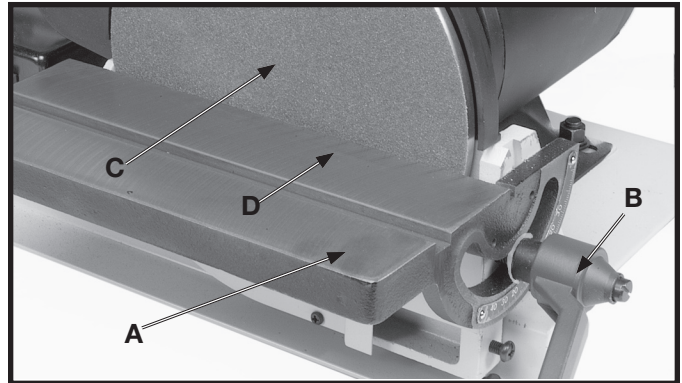

Fig. 28
La mesa de disco (A) Fig. 28 puede ser inclinada a 45 grados hacia arriba o abajo mediante el aflojamiento de la agarradera de cierre (B), inclinando la mesa, y apretando nuevamente la agarradera de cierre (B). AVISO: La agarradera de cierre (B) está accionada por resorte y puede ser colocada en distintas maneras tomando la agarradera (B) y colocándola sobre el gorrón de cierre dentado localizado debajo de la agarradera.